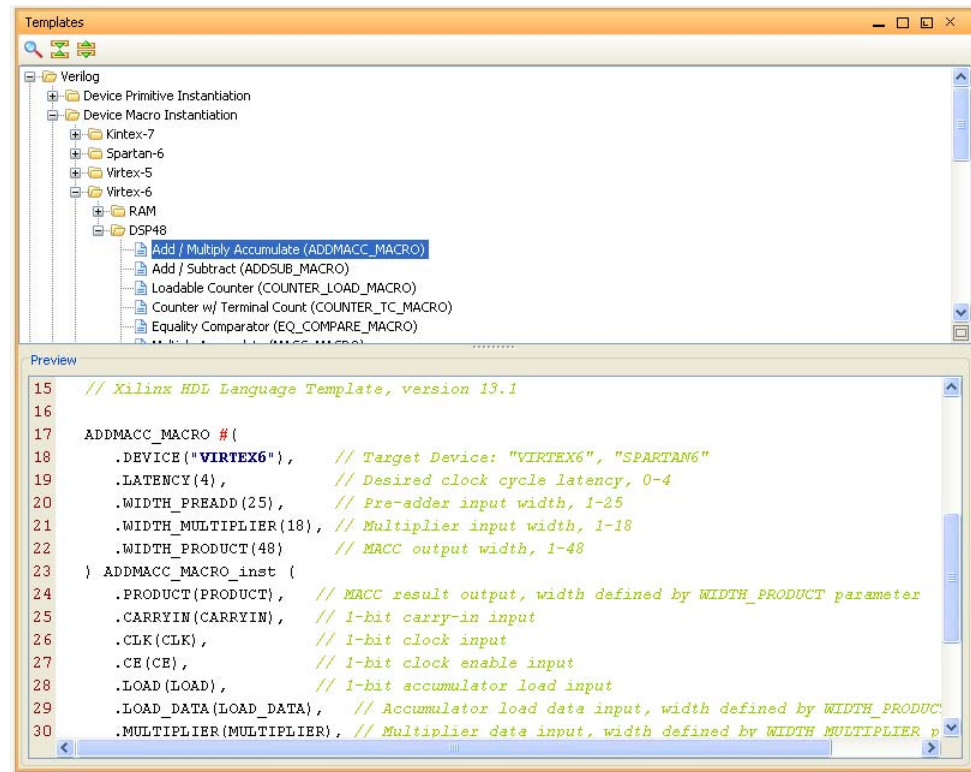

図 5-1 : [Templates] ビュー
3. [Templates] ビューの [VHDL]、[Verilog]、または [UCF] フォルダーからテンプレートを選択します。147 ページの図 5-1 に、[Templates] ビューを示します。